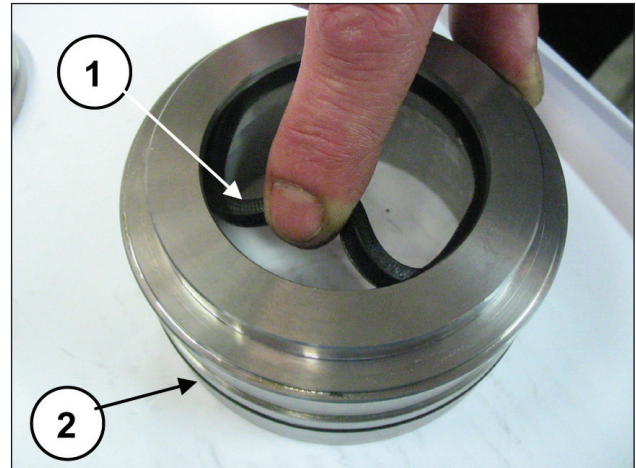

Abb. 169
Setzen Sie die ND-Dichtung mit nach vorn gerichteter Dichtlippe (zum Kopf hin) in den Halter der Stopfbuchse (Pos. ①, Abb. 169) und den O-Ring (Pos. ②, Abb. 169) ein.